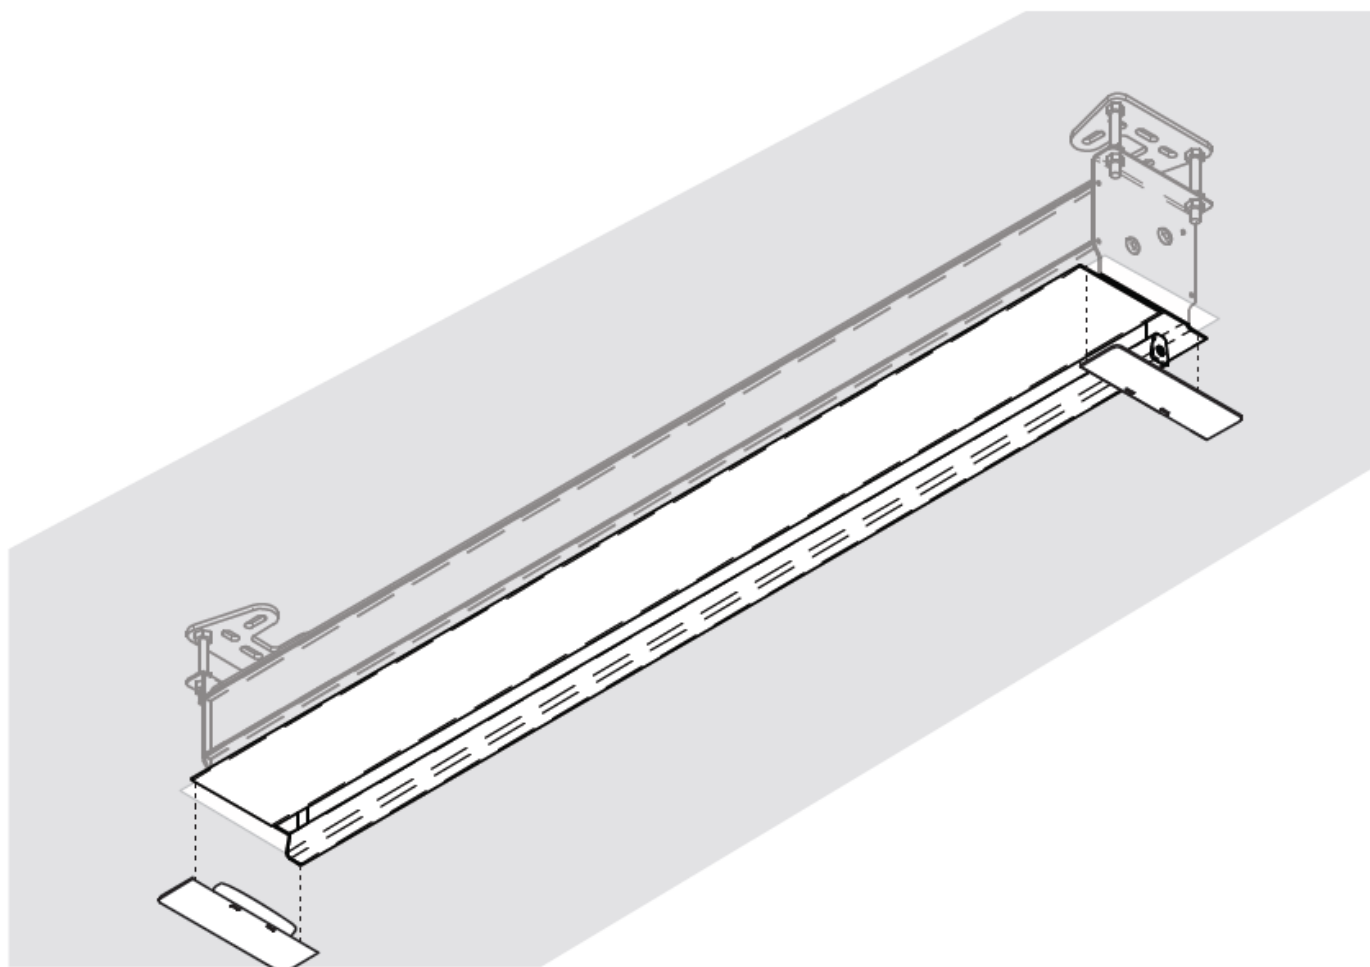

Рис. 8
12. После окончательной проверки правильности и надежности всей системы, установите боковые заглушки с правой и левой стороны (рис. 8). У экранов с системой бокового натяжения при необходимости отрегулируйте усилие натяжного шнура, вращая винты, расположенные с правой и левой стороны нижнего отвеса.